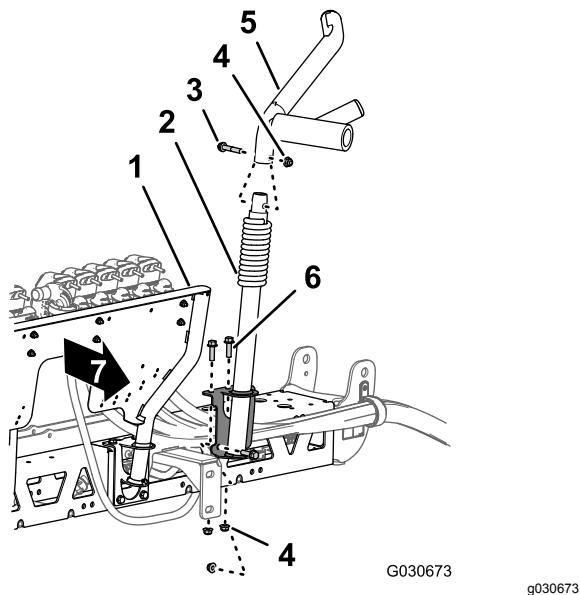

Figura 123
4. Alinee los orificios del soporte de montaje del nuevo soporte del brazo inferior izquierdo con los orificios de la parte superior y delantera (a la izquierda del bastidor del distribuidor) de la nueva sección de brazo central (Figura 123).
- En el soporte inferior izquierdo, Monte el soporte superior que retiró en el paso 1 en Retirada del soporte de los brazos \(página 38\) en el soporte inferior (Figura 123) con el perno con arandela prensada (3/8" x 2") y la contratuerca con arandela prensada (3/8").